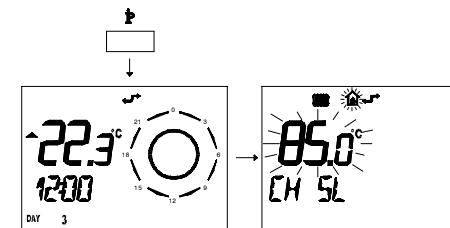

fig. 5.25
- 2 Premere per più di 3 secondi il pulsante per entrare in modalità **NFO**. (fig. 5.25)